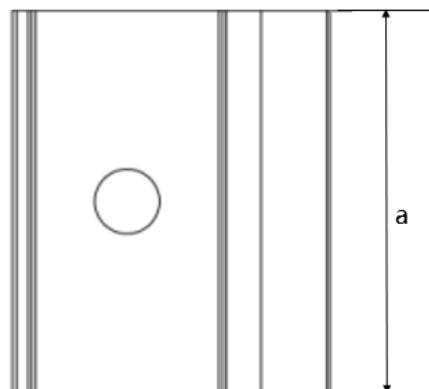
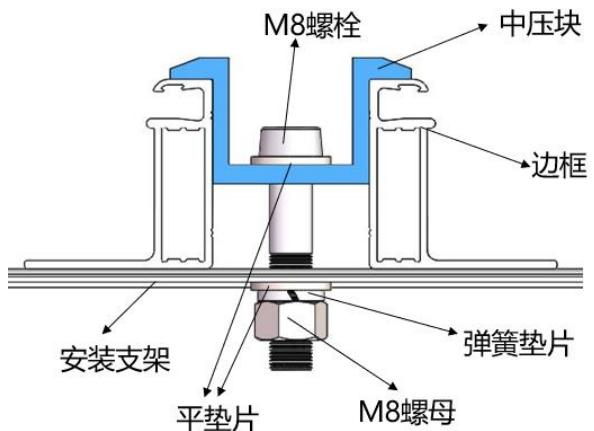
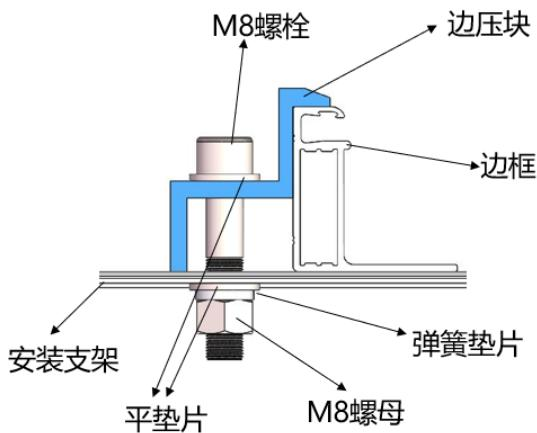

图 7 边压块俯视图
图 10 中压块安装示意图
图 9 边压块安装示意图
- ① 将组件置于两条支架之上（不提供）。支架必须使用不锈钢材料或做过防腐处理（如热镀锌处理）。每块光伏组件至少需要 4 个压块去固定，在安装过程中，请勿让压块直接接触玻璃及让边框变形，否则会导致组件破损。
② 务必避免因夹具形成的阴影对组件造成遮挡效应。漏水孔不能被夹具遮挡。夹具必须与组件边框保持至少 8mm 但不超过 11mm 的重叠部分（保证组件可靠安装的前提下可以变更夹具截面）。
③ 支架与组件边框接触的上表面需有一个与 M8 螺栓匹配的凹槽。
④ 若支架上无凹槽，则需在上述提到的位置钻一个直径大小合适的孔，以便螺栓固定。
⑤ 确保每个压块的安装顺序为平垫圈、弹簧垫圈、螺母。
⑥ 图 7、8 为压块示意图，图 9、图 10 所示为压块安装示意图。压块的尺寸为 $a \geq 60 \text{ mm}$, $b \geq 16 \text{ mm}$, $c \geq 5 \text{ mm}$, $d \geq 8\text{mm}$, $e \geq 15\text{mm}$, $\varnothing = 9 \text{ mm}$, 压块厚度 $\geq 3\text{mm}$ 。当螺栓和螺丝为 8.8 等级时，推荐收紧扭矩为 17~23N•m。